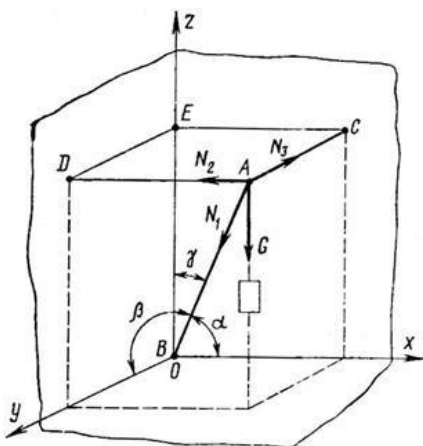

Рисунок 14
5. Найти усилия в стержне АВ (рис. 14) и цепях АС и АД, поддерживающих груз $G = 10$ кН, если $\alpha = 60^\circ$, $\beta = 30^\circ$, $\gamma = 45^\circ$. АСЕD – прямоугольник, лежащий в горизонтальной плоскости. Крепление в точке В шарнирное.